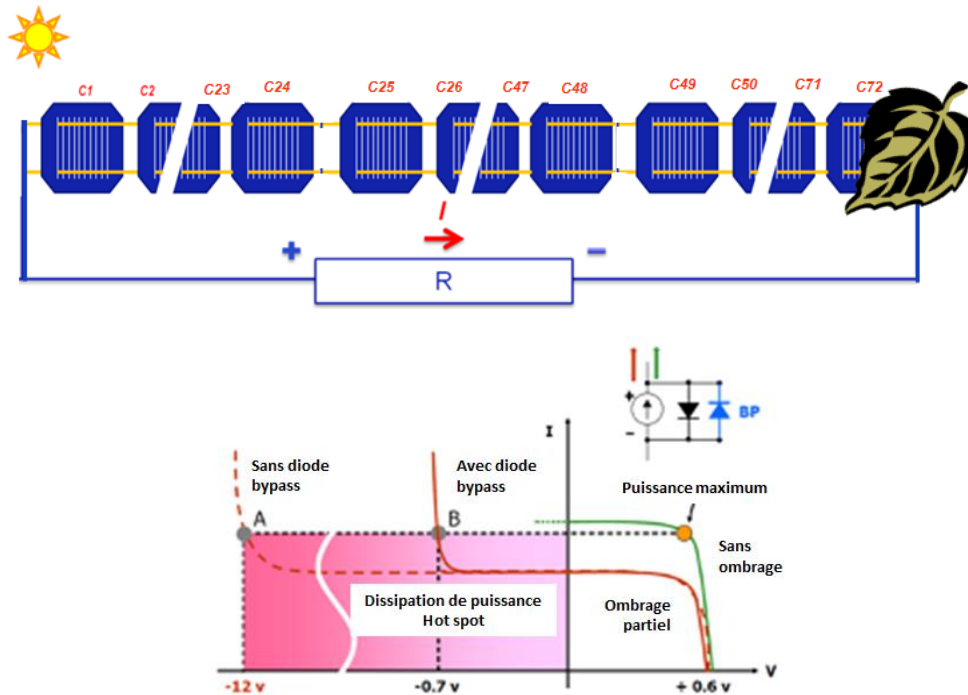

Figure 46 - Fonctionnement d'un module PV avec 'une cellule ombragée, sans et avec diode bypass
En cas de rayonnement uniforme, toutes les cellules ont (pratiquement) la même courbe I-U et donc le même point de fonctionnement (Figure 46, courbe verte). Chaque cellule contribue à la puissance fournie.
Toutefois, lorsqu'une cellule est ombragée, celle-ci présente une courbe I-U inférieure. La tension totale va diminuer quelque peu, mais le courant qui est demandé par la charge reste grand. Même la cellule ombragée est forcée de laisser passer ce courant et de ce fait, elle est polarisée en inverse (Figure 46 point A). La tension de la cellule ombragée est de  $-12\text{ V}$  au lieu de la tension normale de  $+0,6\text{ V}$ . La cellule absorbe donc une grande partie de la puissance fournie et devient aussi beaucoup plus chaude qu'à la normale (ledit point chaud).
Une diode bypass (BP) permet au courant de trouver un chemin alternatif via la diode bypass, qui est polarisée en direct et qui laisse passer le courant à  $-0,7\text{ V}$  (Figure 46 point B). Il ne se produit pas de point chaud et la perte de puissance est limitée.